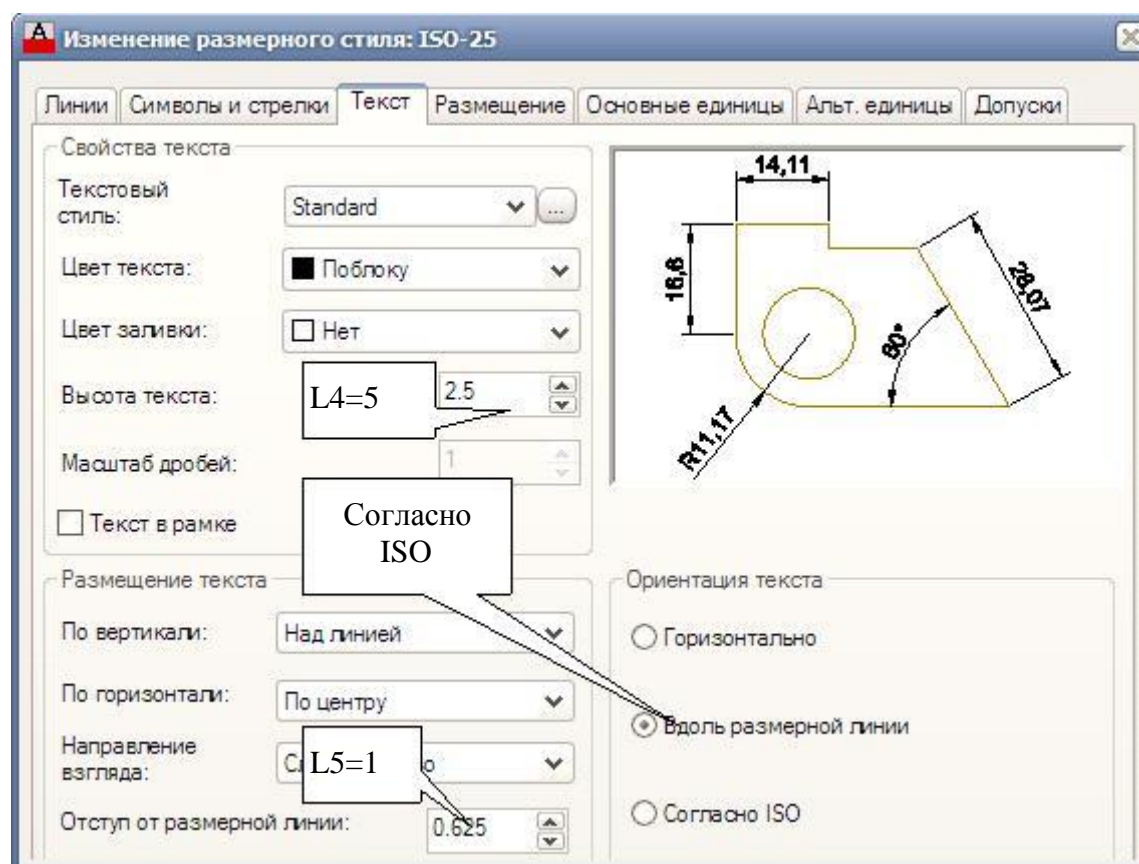
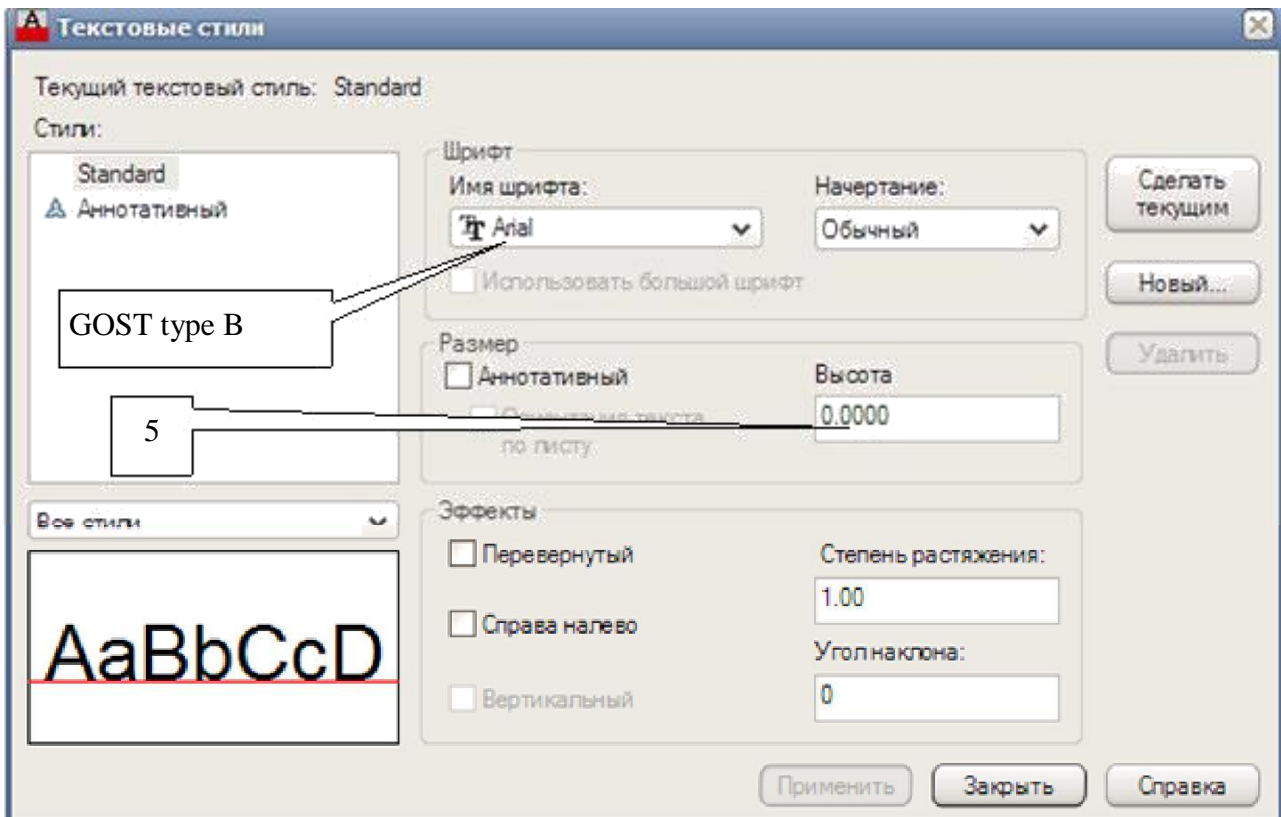

Рис. 3.8. Фрагмент окна **Изменение размерного стиля: ISO-25 (Modify Dimension Style: ISO-25)** вкладки **Текст (Text)**
Рис. 3.9. Окно **Текстовые стили (Text style)**
– вкладка **Текст (Text)** → **Высота текста (Text height)** – 5, **Отступ от размерной линии (Offset from dim line)** – 1, **Ориентация текста (Text alignment)** → **Со-гласно ISO (ISO standard)** (рис. 3.8). Щелкнуть на кнопке **Текстовый стиль (Text style)** и в открывшемся диалоговом окне **Текстовые стили (Text style)** (рис. 3.9) выбрать имя шрифта **GOST Type B**, а затем щелкнуть на кнопке **Применить (Apply)**;